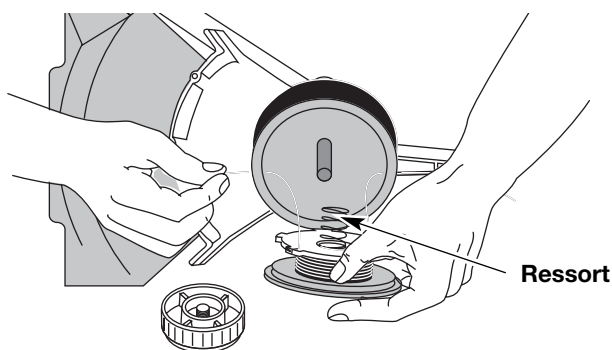

Fig. 31
13. Insérez les extrémités du fil dans les œillets de la bobine extérieure et placez le moulinet et le ressort dans la bobine (Fig. 31). Enfoncez le moulinet et la bobine ensemble. Tout en tenant le moulinet et la bobine, saisissez les extrémités et tirez fermement pour dégager le fil des fentes de retenue de la bobine.
5. Insérez les extrémités du fil dans les œillets de la bobine extérieure (Fig. 31).